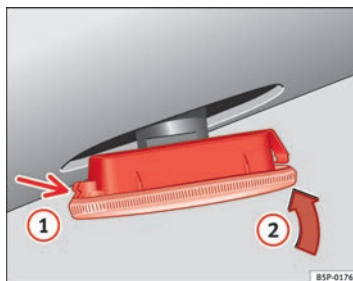

Fig. 237 Intermitente lateral
- Coloque el intermitente en primer lugar en el orificio de la carrocería, encajando las pestañas ⇒ fig. 237, flecha (1).
- Encaje la lámpara como indica la flecha (2) ⇒ fig. 237.